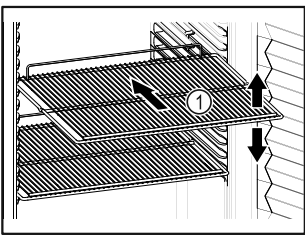

Fig. 59 Примерное изображение
- ❑ Если полки для хранения Fig. 59 (1) можно переставлять, отрегулируйте высоту их установки.